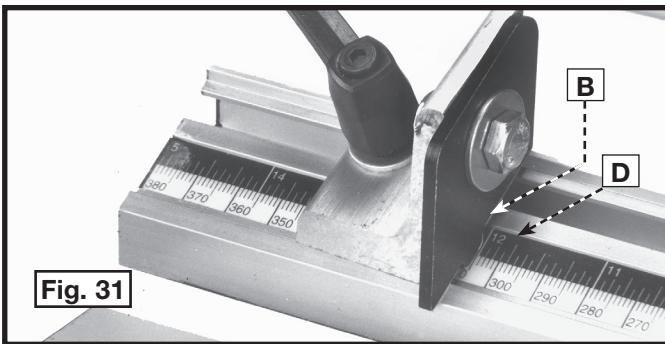

Fig. 31
El tope izquierdo aparece en la Fig. 31. El tope está 304,8 mm (12 pulg.) a la izquierda del centro del guía. Puede ver la distancia en la escala imperial/métrica (D). Si no usa el tope (B), coloque la pieza de trabajo contra el guía. el tope (B) se mueve automáticamente para atrás para permitir que la pieza de trabajo pueda ser colocada al ras del guía.